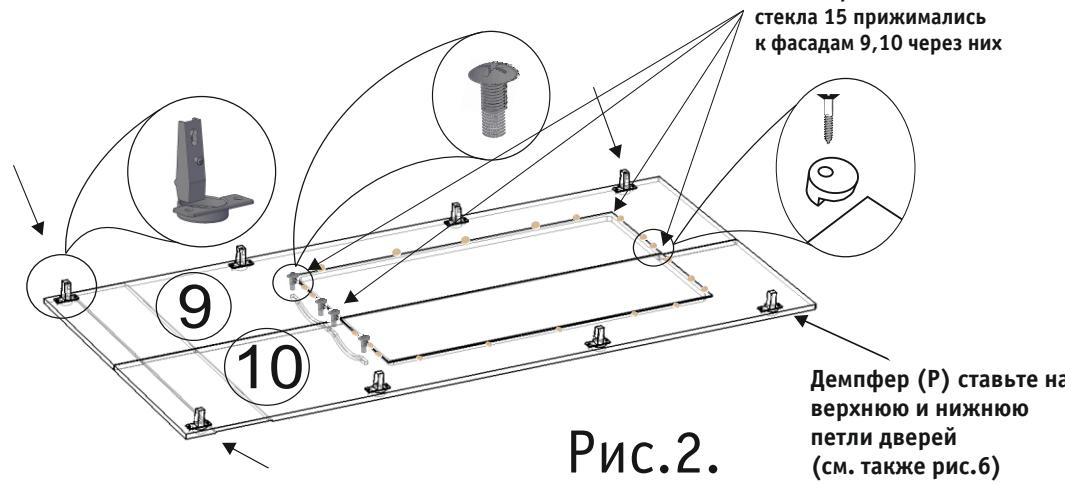

Рис.2.
3. На дверях закрепите стекла (В,И, детали 9,10,15) (рис.2).